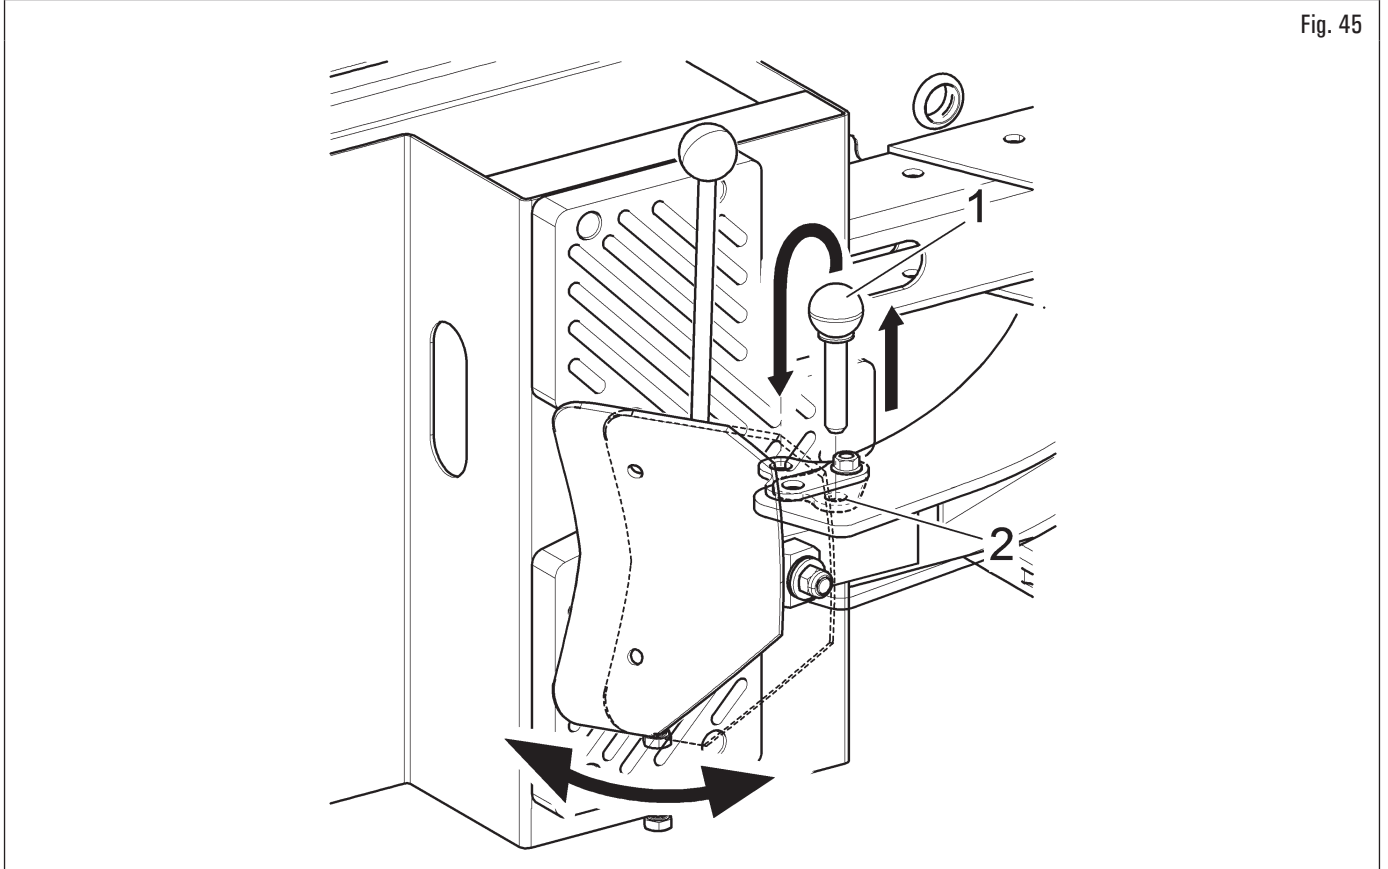

Fig. 45
El destalonador está equipado de doble articulación (Fig. 45) que permite, durante la fase de desmontaje del neumático, de optimizar la posición relativa entre la paleta y el talón del neumático, introduciéndose entre el neumático y el borde de la llanta.
Con llantas con borde protegido, o neumáticos bajados y/o de gran espesor, se aconseja posicionar la articulación paleta de manera de utilizar el orificio (Fig. 45 ref. 2).
Para cambiar la posición de la paleta en la junta, retire el perno (Fig. 45 ref. 1) del orificio en el que se encuentra, gire la paleta hasta que el orificio deseado coincida con el orificio de la junta y luego vuelva a insertar el perno (Fig. 45 ref. 1).